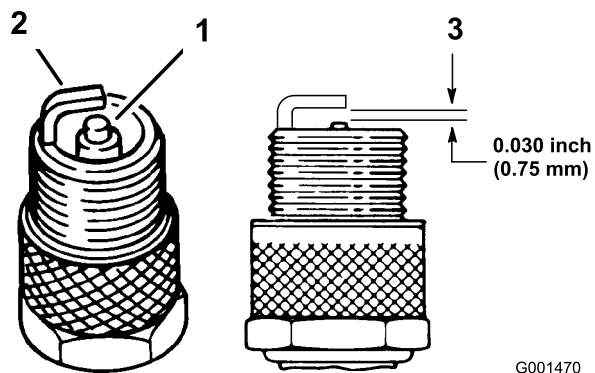

Figura 27
2. Compruebe la separación entre los electrodos central y lateral (Figura 27). Si la distancia no es correcta, doble el electrodo lateral (Figura 27).
1. Mire la parte central de las bujías (Figura 27). Si se observa un color gris o marrón claro en el aislante, el motor está funcionando correctamente. Si el aislante aparece de color negro, significa que el limpiador de aire está sucio.
3. Conecte los cables a las bujías (Figura 27).